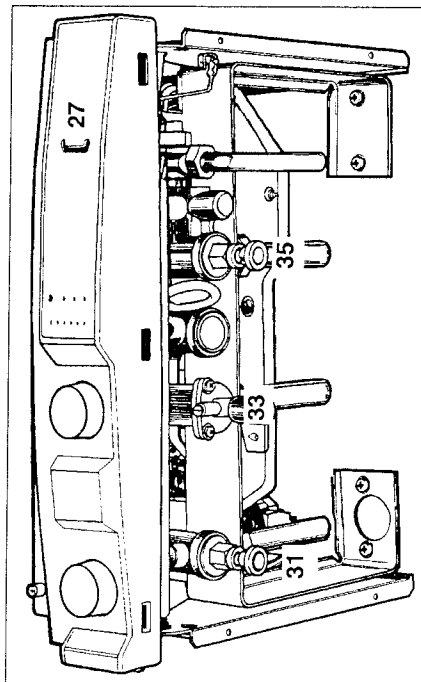

Fig. 14
- Vérifier que les robinets départ chauffage "31" (fig. 14), retour chauffage "35" (fig. 14) sont bien ouverts ;
- Refermer ce robinet lorsque l'aiguille du manomètre "27" (fig. 14) est supérieure à la pression déterminée en page 7 ;
- Ouvrir le robinet d'arrivée de gaz "33" (fig. 14) ;